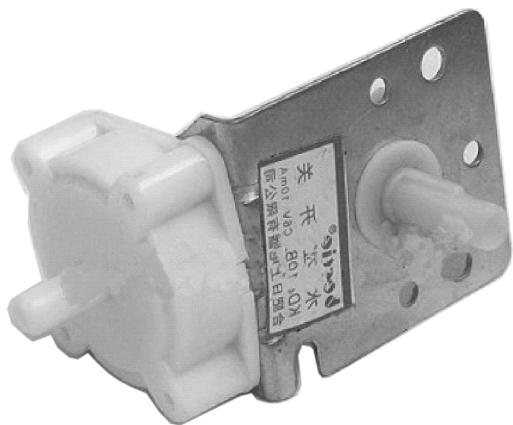
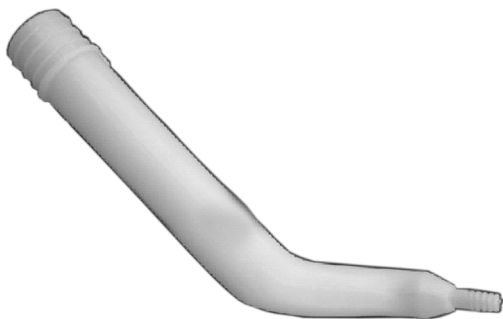

图 1-32 全自动波轮洗衣机机械式水位开关
图 1-33 机械式水位开关水位导管阀
1) 机械式水位开关：机械式水位开关（见图 1-32）与电磁进水阀配合工作，主要原理是通过水位导管阀（见图 1-33）的空气变化来改变开关的通断。